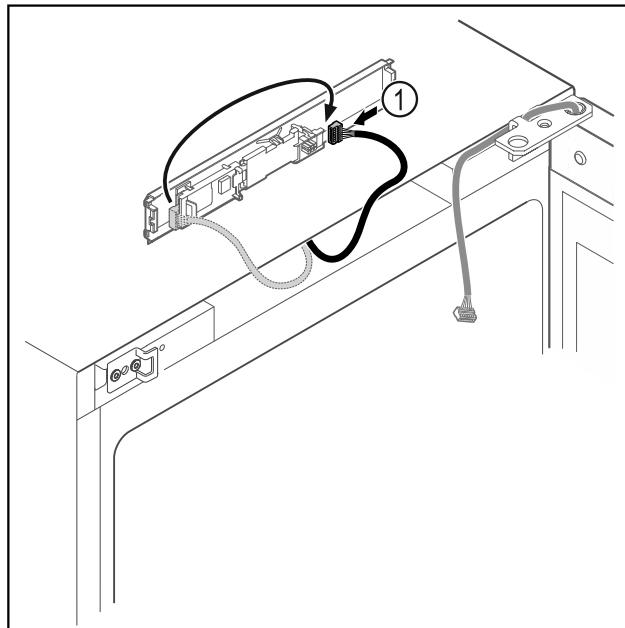

Fig. 19
- Vėl įkiškite kištuką į plokštę Fig. 19 (1).